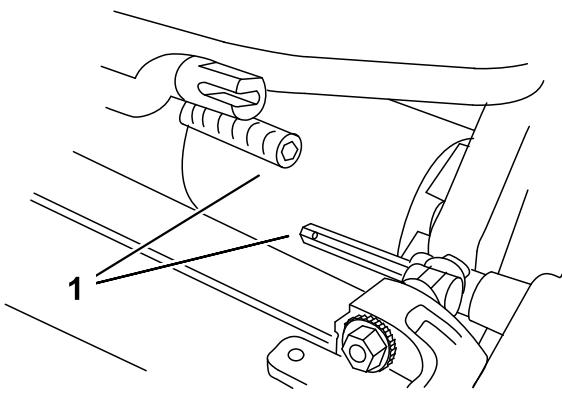

図 7
3. カッティングユニットをトラクションユニットの下に押し込み、次に左に押してトランミッションのカップリングに接続する図7。